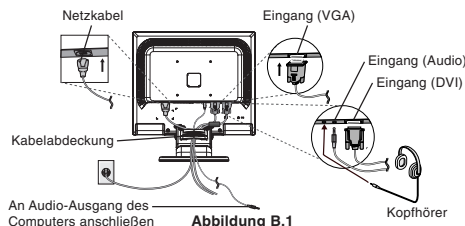

Abbildung B.1
- Verbinden Sie alle Kabel mit den entsprechenden Anschlüssen auf der Rückseite des Monitors (**Abbildung B.1**). Schließen Sie die Kopfhörer (nicht mitgeliefert) an die entsprechende Buchse auf der Rückseite des Monitors an, wenn gewünscht (**Abbildung B.1**).
- Um die Kabelabdeckung anzubringen, stecken Sie die Verriegelungen der Kabelabdeckung in die Aussparungen im Monitorfuß und schieben die Abdeckung in die korrekte Position nach unten (**Abbildung B.1**). Achten Sie darauf, dass die Verriegelungen komplett eingerastet sind.